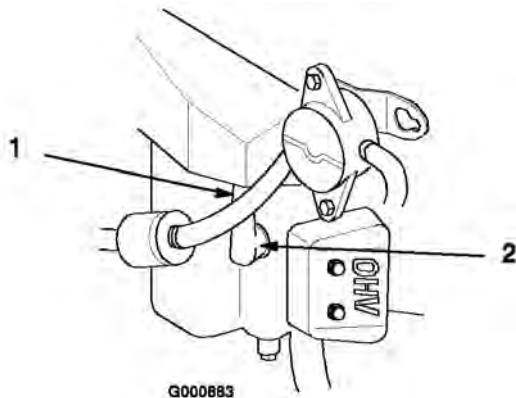

Bild 31
3. Ziehen Sie den/die Kerzenstecker von der(n) Zündkerze(n) (Bild 31). Reinigen Sie den Bereich um die Zündkerze(n), um zu verhindern, dass Schmutz in den Motor fällt und Schäden verursachen kann.
3. Drücken Sie die den/die Kerzenstecker auf die Zündkerze(n) (Bild 31).